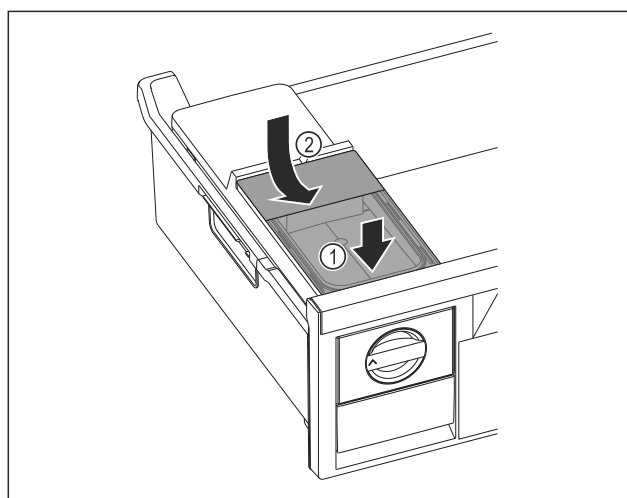

Fig. 72
- ▶ Colocar el depósito de agua por delante. *Fig. 72 (1)*
- ▶ Bajar el depósito de agua por detrás. *Fig. 72 (2)*